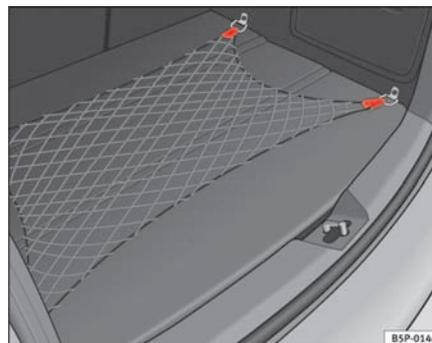

Fig. 105 Filet de rangement du coffre à bagages ▶
- Utilisez les anneaux d'amarrage existants sur les côtés du coffre à bagages pour fixer le filet de rangement ⇒ fig. 105.